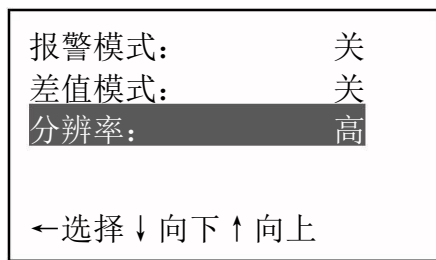
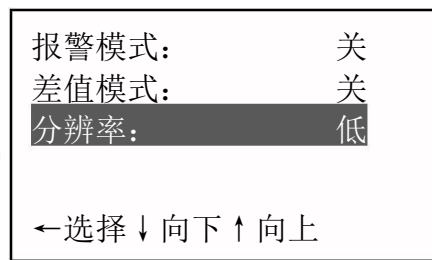

图 28
图 29
- 按 \uparrow 或 \downarrow 键选择分辨率，按 \leftarrow 键循环显示高（0.001mm）和低（0.01mm），（如图 28 和图 29）：